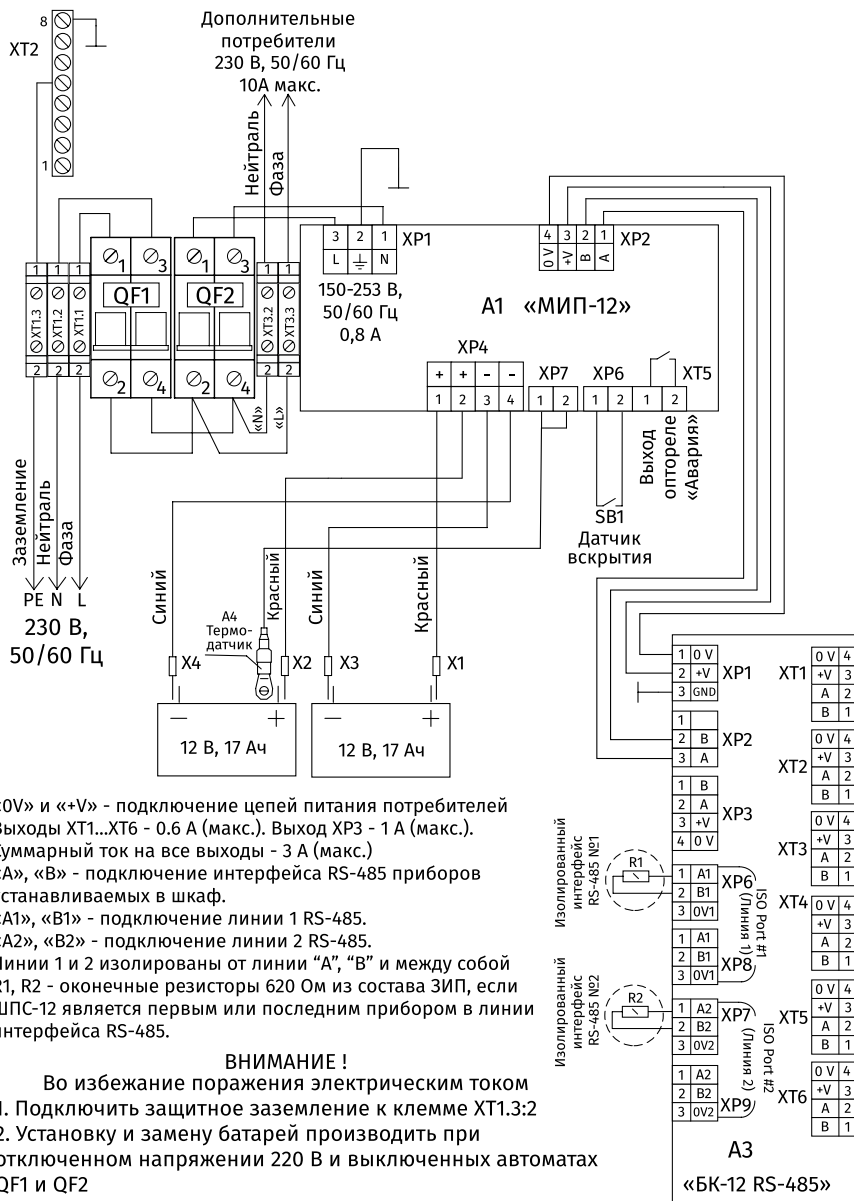

Рисунок 1. Схема подключения ШПС-12 исп.10, 11, 12, 20, 21, 22
2. Подключение соединительных линий выполняйте в соответствии с проектной документацией и схемой на Рисунок 1.
Проверьте правильность произведенного монтажа в соответствии со схемой подключения (Рисунок 1).